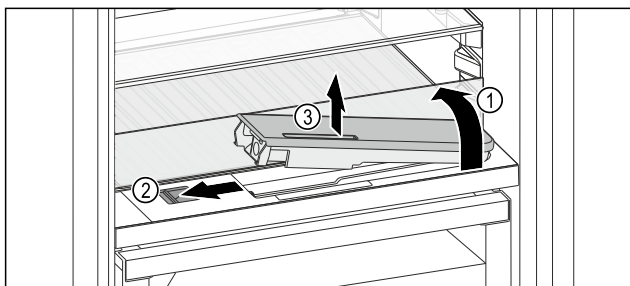

Fig. 208
- ▶ Skleněnou desku nadzvedněte a zaklapněte dozadu až na doraz Fig. 208 (1).
- ▶ Posuvník Fig. 208 (2) posuňte doleva.
- ▶ Vyměňte nádržku na vodu Fig. 208 (3).